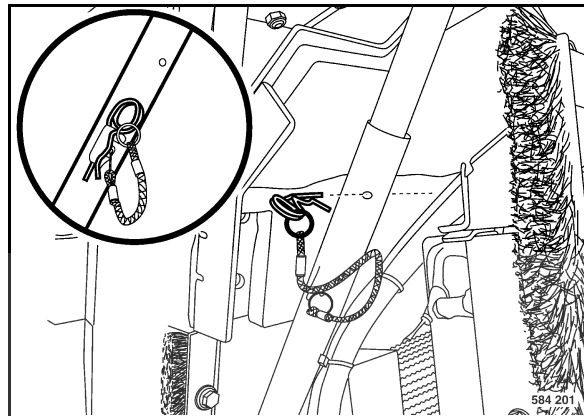

Fig. 75
- Tirer l'agrafe (Fig. 75) du support.